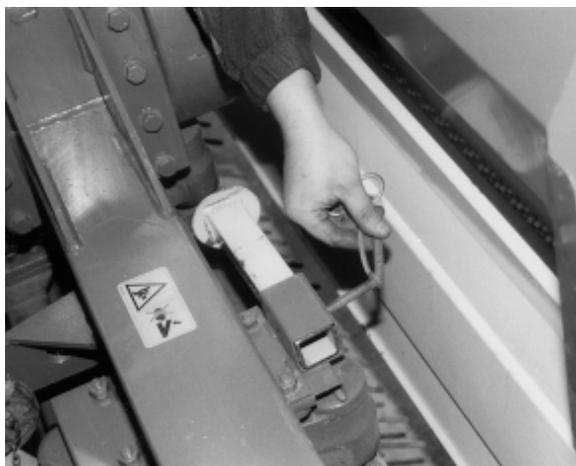

fig. 31
- fijar el fiador en el soporte de colocación (fig. 31),